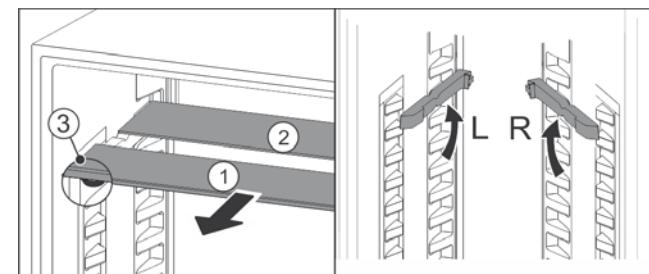

Fig. 71
- По одной извлеките Fig. 71 (1) стеклянные панели движением вперед.
- Стеклянная панель Fig. 71 (1) с декоративной планкой лежит спереди.
- Стопоры Fig. 71 (3) показывают вниз.